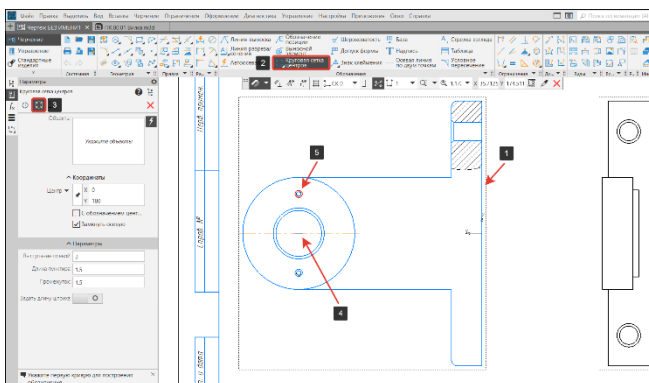

Рисунок 219 – Команда Круговая сетка центров
- Вид, на котором выполняется команда Обозначения центра, ДОЛЖЕН БЫТЬ АКТИВНЫМ (Рисунок 219);
- В панели Обозначения выберем команду Обозначение центра (2), подоперация Круговая сетка центров (3) (Рисунок 219);
- Зададим центр сетки (4) и указать объект через центр которого пройдет круговая осевая линия (Рисунок 219);